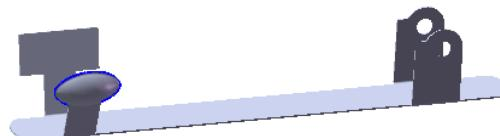

图 15.4.29 切除—拉伸 3
Step10. 创建图 15.4.29 所示的切除—拉伸 3。
(1) 选择命令。选择下拉菜单 **插入(I)** → **切除(C)** → **拉伸(E)...** 命令。